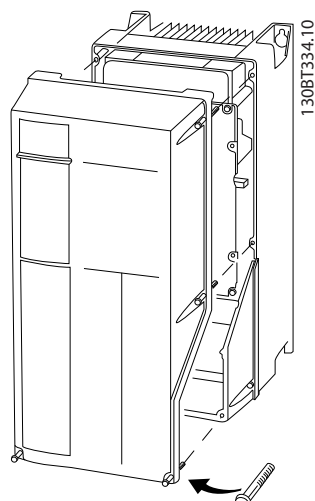

Bild 2.9 Åtkomst till styrkablar för A4-, A5-, B1-, B2-, C1- och C2-kapslingar
- Du kan också ta bort frontplåten genom att lossa fästskruvarna. Se Bild 2.9.